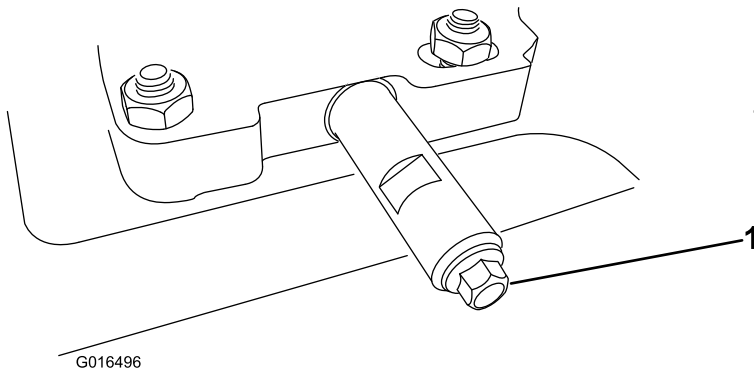

Figura 32
2. Limpie la zona alrededor del tapón de vaciado del aceite (Figura 32).